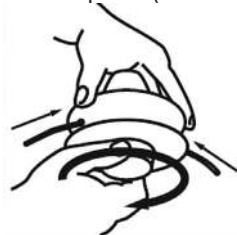
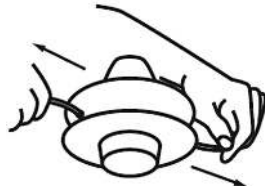

**Рис.13 Совмещение стрелок**
**Рис. 14 Установка корда**
- Отрежьте корд длиной примерно 3,5 м. Совместите стрелки на гайке со стрелками на крышке (Рис. 13). Проденьте корд через триммерную головку (Рис. 14). Концы корда с двух сторон должны быть примерно одинаковой длины.